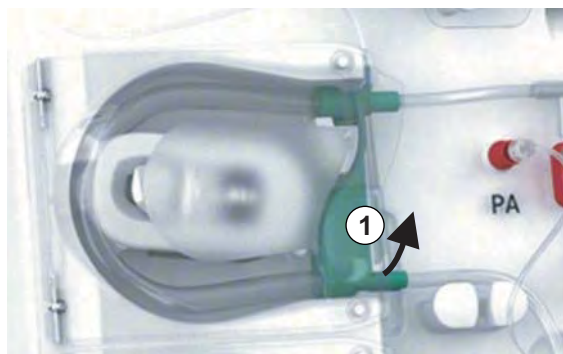

Fig. 7-1 Retirar la línea de sangre
5. Traccionar ligeramente de la parte inferior del multiconector (Fig. 7-1, ①) desde la base de la bomba de sangre (dirección de la flecha) mientras se mantiene cerrada la tapa de protección de la bomba de sangre.